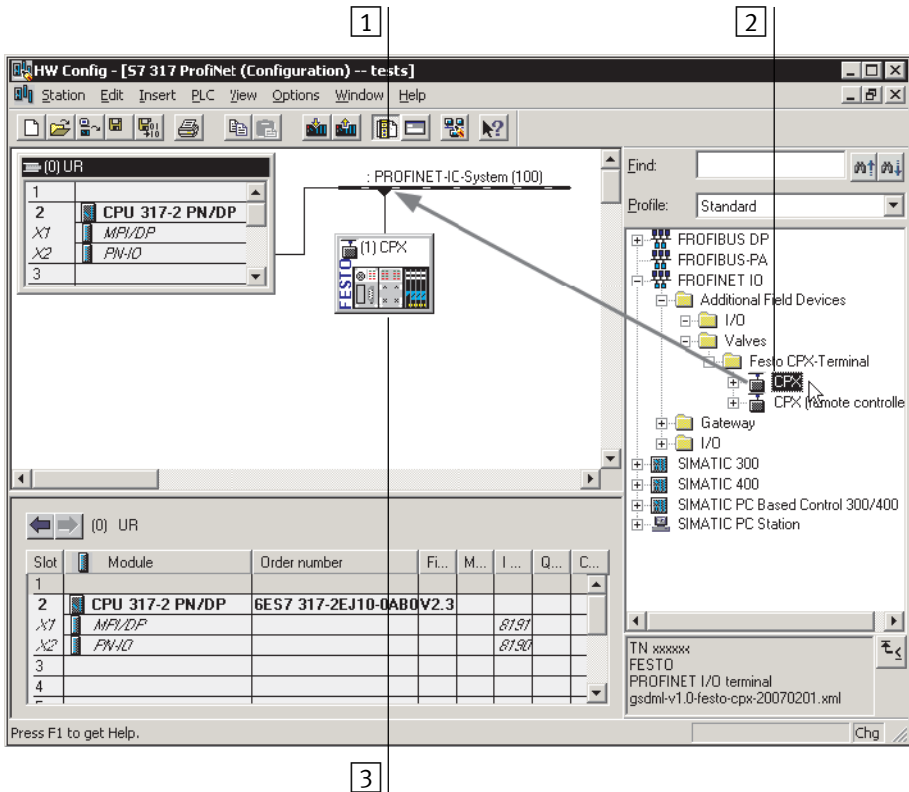

Fig. 2/2 : Sélection de la station à l'aide de Siemens STEP 7 – HW Config
Cliquez sur l'icône du catalogue (1) dans Fig. 2/2) ou utiliser la combinaison de touches [Strg] + [K].